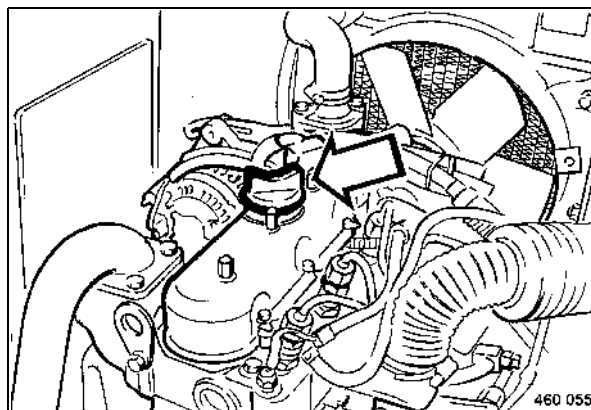

fig. 100
- Dévisser le bouchon de remplissage (fig. 100).